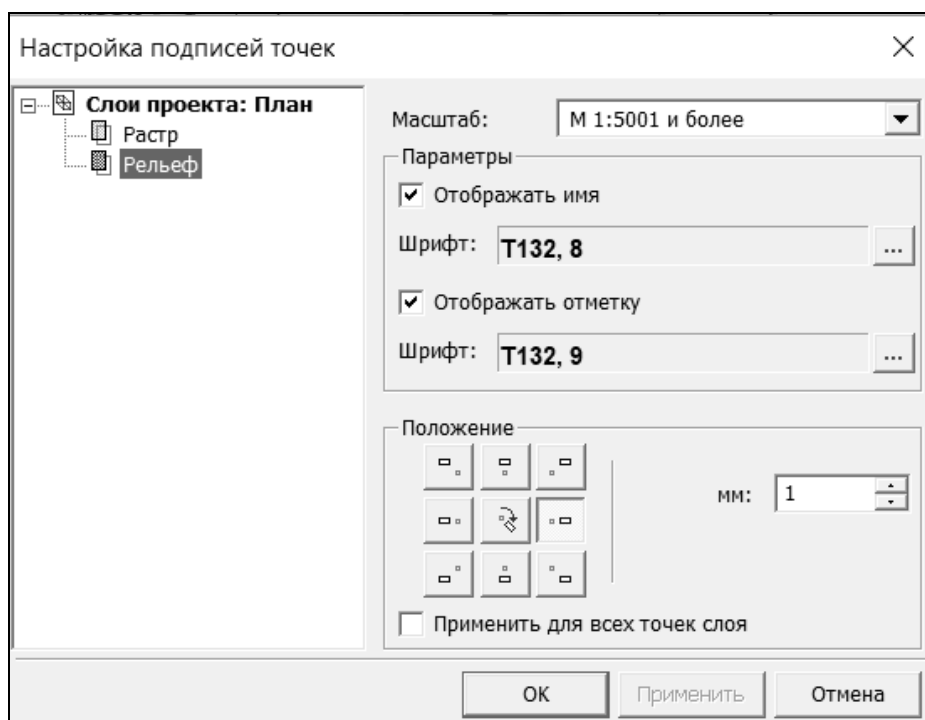

Рис. 2.3. Изменение шрифта у подписи
5.2. В открывшемся окне **НАСТРОЙКА ПОДПИСЕЙ ТОЧЕК** укажите слой **Рельеф** и в настройках на отображение шрифтов для отметки точек установите размер шрифта **9** (рис. 2.3).